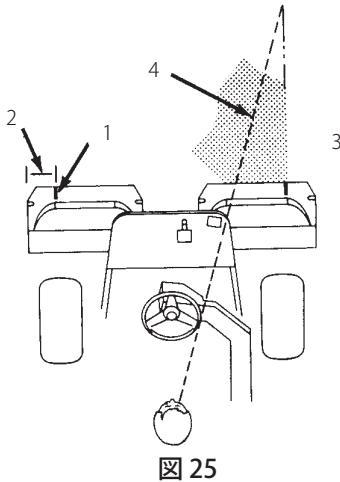

図 25
2. その位置に白色テープか白ペンキで集草箱の縁と平行に目印を入れる(図25)。
3. 行きと帰りでのオーバーラップができるだけ小さくなるように運転します。隣の列との距離を一定に保って直進するには、本機の前方約 6~10 ft. (1.8~3 m) を視野に捕らえておくのがポイントです（図25, 26）。ハンドルを目印にして距離を合わせても良いでしょう。その場合、ハンドルの縁と本機前方の目標ラインとを重ねて見ながら運転します（図25, 26）。